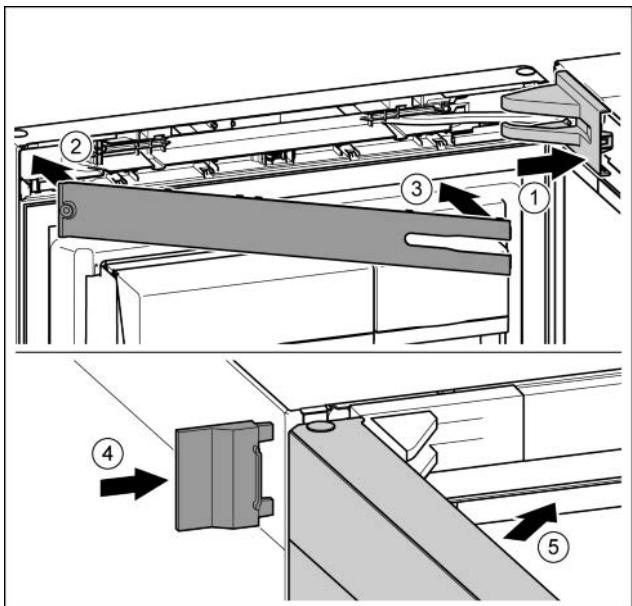

Fig. 25
- Крышку опорного кронштейна установить и зафиксировать, при необходимости, осторожно разжать. Fig. 25 (1)
- Установить накладку. Fig. 25 (2)
- Наклонить и защелкнуть накладку. Fig. 25 (3)
- Надвинуть внешнюю крышку. Fig. 25 (4)
- Закрыть верхнюю дверь. Fig. 25 (5)